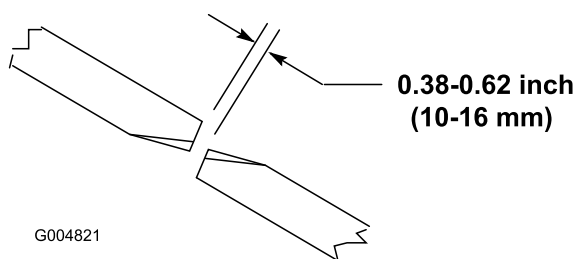

Figura 24
Para asegurar la correcta operación de la unidad de corte, debe haber una holgura de 10-16 mm entre los extremos de las cuchillas de la unidad de corte central y las unidades de corte laterales (Figura 24).
2. Gire una cuchilla de la unidad de corte central y una cuchilla de la unidad lateral de manera que las puntas estén alineadas. Mida la distancia entre las puntas de las cuchillas, que debe ser de aproximadamente 10-16 mm (Figura 24).